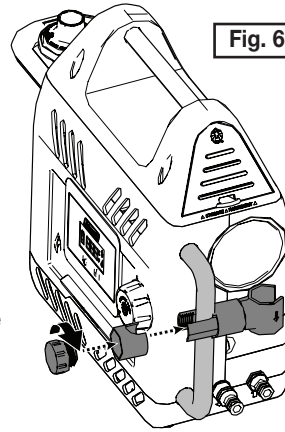

Fig. 6
2. Installez le bras de douche sur le rail du chauffe-eau puis serrez la molette de réglage (Fig. 6).